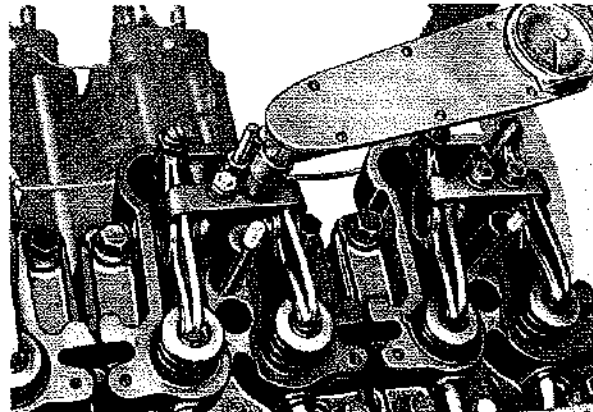

Fig. 56
- Serrare i dadi fissaggio supporti a 3 kgm. (Fig. 56).